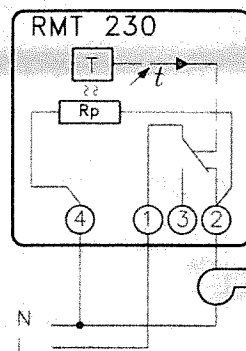

Fig. 6
Collegando l'acceleratore in parallelo Rp del terminale ④ come in fig. 6 e 7, si riduce il differenziale termico del termostato RMT.
På de RMT-udgaver som er forsynet med en parallelaccelerator Rp, opnås der en lavere temperaturdifferens, når klemme ④ forbindes som vist på fig. 6 og 7.